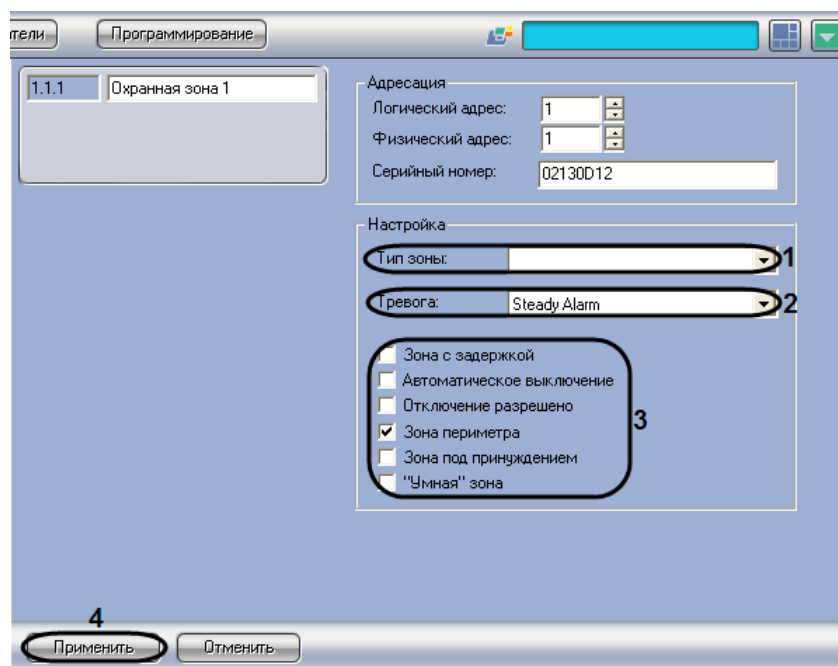

Рис. 3.6—4. Настройка охранной зоны
1. Перейти на панель настройки объекта **Охранная зона** (Рис. 3.6—4).
2. Из списка **Тип зоны** (см. Рис. 3.6—4, 1) выбрать требуемый тип зоны (Таб. 3.6—1).